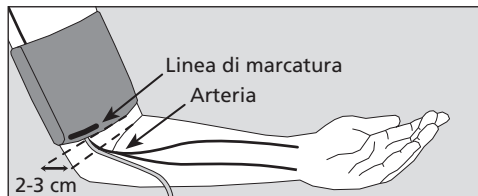

Fig. 3
- ➔ Spingere il bracciale aperto ad anello sul braccio, fino a che il margine inferiore del bracciale venga a trovarsi circa 2-3 cm sopra la piega del gomito. Il bracciale deve essere posizionato in modo tale che la linea di marcatura venga a trovarsi sopra l'arteria (vedere Fig. 3).
⚠ Non posizionare **mai** l'anello metallico sopra l'arteria (vedere Fig. 3); in caso contrario, i valori pressori possono risultare falsati.